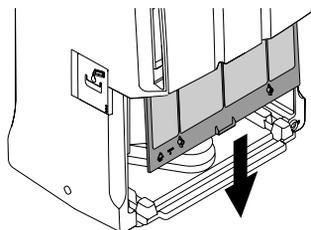

Fig. 7
- Per togliere il filtro, dopo aver rimosso la tanica, estrarlo tirandolo verso il basso (fig. 7).